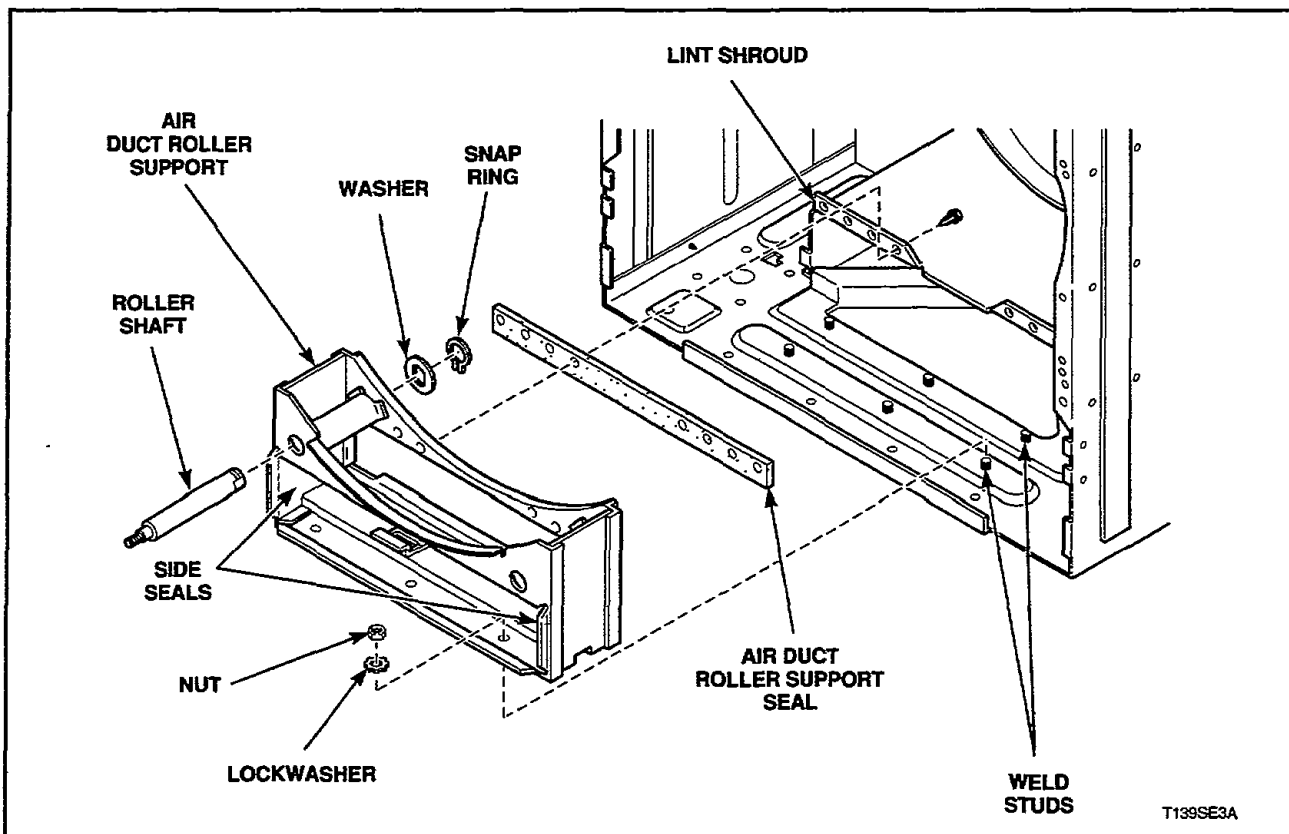

Figure 18
**21. ROLLER SHAFT (Figure 18)**
**22. AIR DUCT ROLLER SUPPORT ASSEMBLY (Figure 18)**
**23. AIR DUCT ROLLER SUPPORT SEALS (Figure 18)**